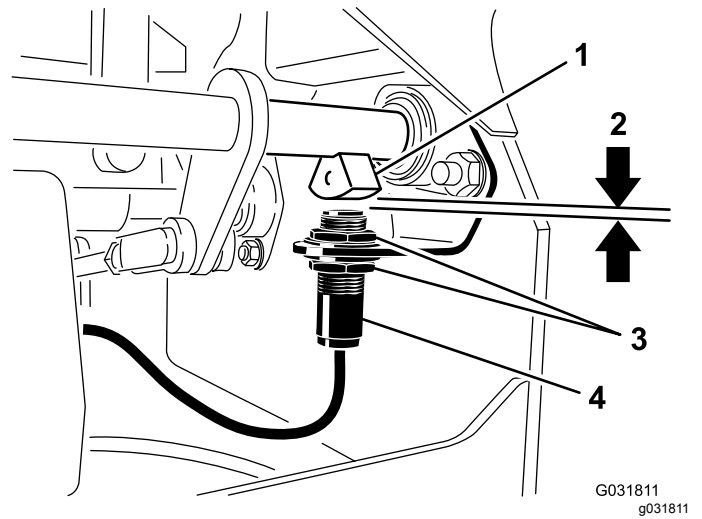

Figura 44
4. Mueva el interruptor hacia arriba o hacia abajo en el soporte hasta que la distancia entre el sensor del eje del freno y el émbolo del interruptor sea de 4 mm, según se muestra en Figura 44.